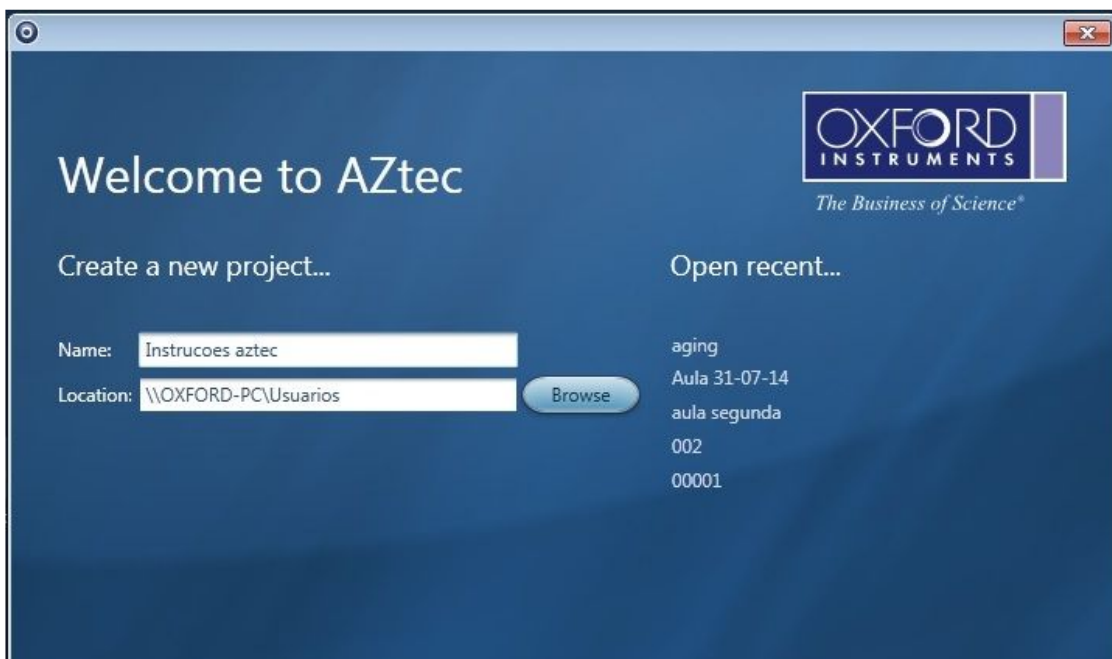

Figura 7. Tela de salvamento inicial do projeto para o software aZtec
- Figura 7. Tela de salvamento inicial do projeto para o software aZtec